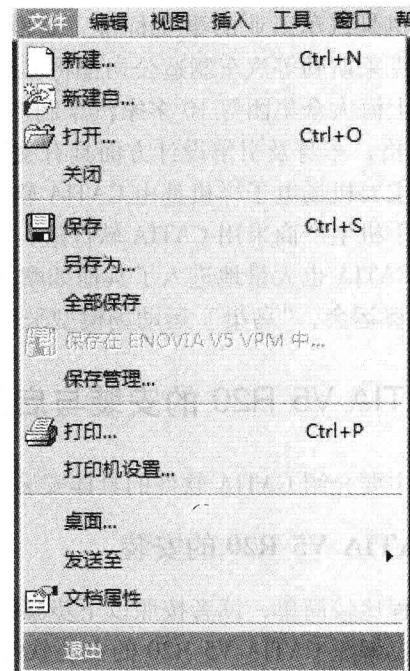

图 1-2 文件菜单
2) 单击 CATIA V5 R20 的主菜单的“文件” — “退出”，如图 1-2 所示。